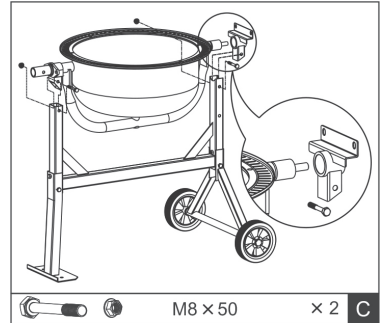

Fig.7
4. Glisser le roulement sur l'arbre du tambour et le fixer avec la bague spirale. Placez la partie inférieure du tambour (par paire) dans le cadre du tambour. L'extrémité la plus longue de l'arbre est dirigée dans la direction du pied. Fixer le tambour des deux côtés avec une vis M8x50 et un écrou (C). Serrer les raccords vissés. Voir Fig. 7.